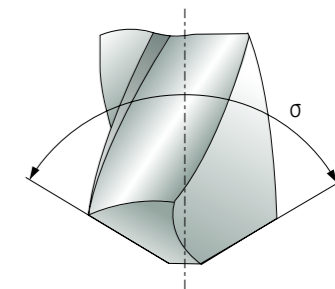

Рисунок 7. Угол при вершине  $\sigma$
**Точка замера :** У вершины сверла, см. Рис. 7.